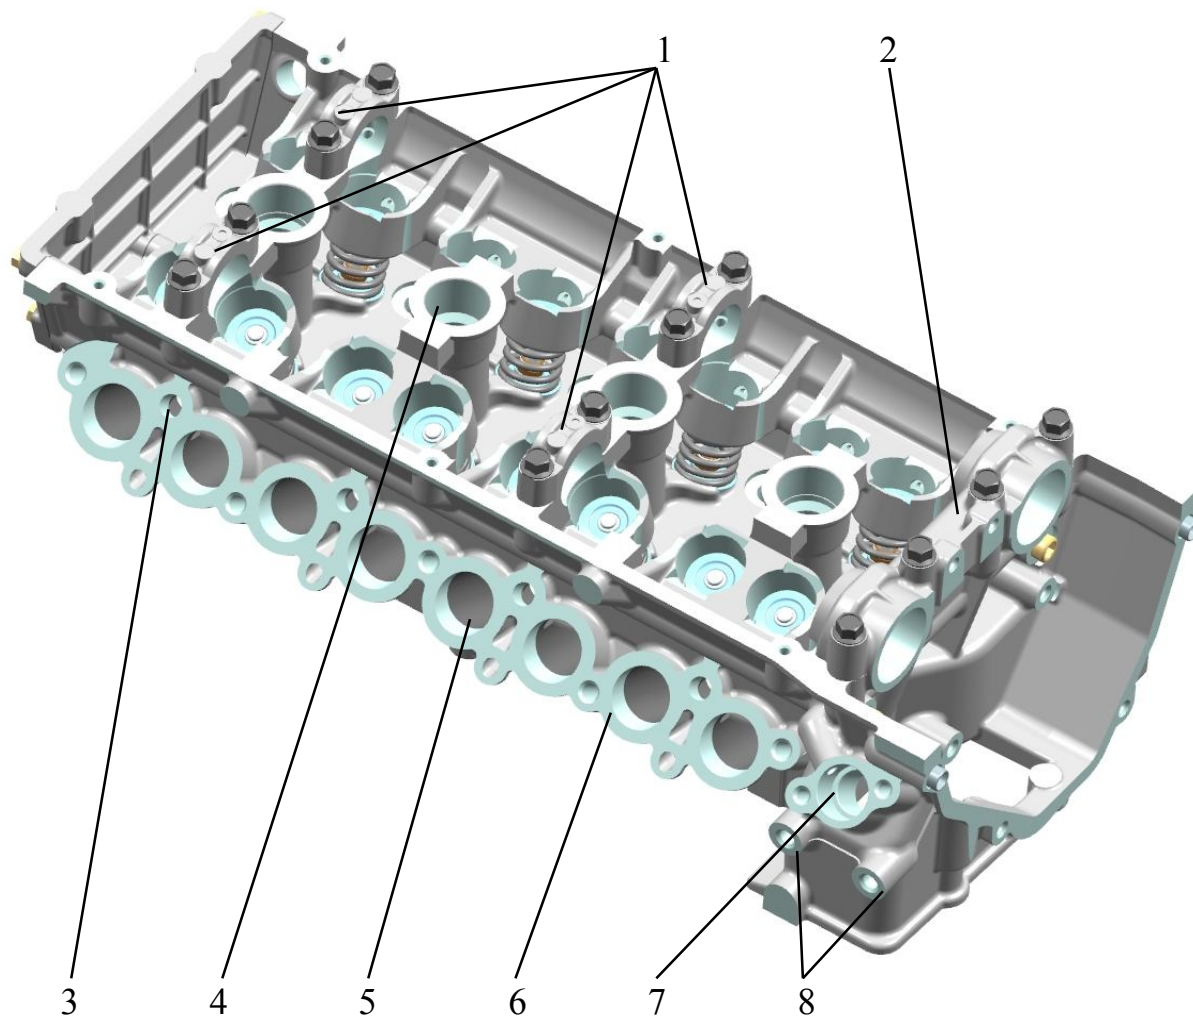

Рис.15. Головка цилиндров. Вид на фланец впускной трубы, на верхнюю плоскость и на фланец передней крышки:
**Головка цилиндров** (рис.15,16). Головка цилиндров отлита из алюминиевого сплава, имеет два впускных и два выпускных клапана на каждый цилиндр. В верхней части головки цилиндров размещены два распределительных вала. Крышки опор распределительных валов 1 (рис.15) обрабатываются в сборе с головкой цилиндров и поэтому они не взаимозаменяемы. Крышки опор валов должны устанавливаться в соответствии с выбитыми на них порядковыми номерами, при этом ориентируясь определенным образом.